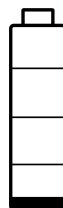

ABB. 3
- C Batterianzeige - Wenn die Batterien voll aufgeladen sind, ist die Batterie vollständig ausgefüllt. Mit zunehmender Entleerung nimmt auch die gezeigte Füllung des Batteriesymbols ab. Wenn das Symbol Batterie niedrig in ABB. 3 erscheint, müssen die Batterien ersetzt werden. Siehe Batterie ersetzen, Seite 27.